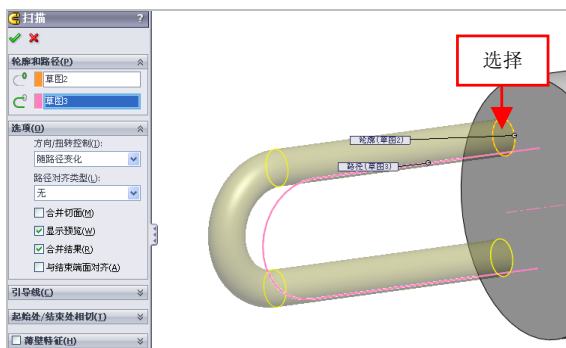

图 16-6 选择相应的对象
(3) 退出草图绘制环境，单击【扫描】按钮，弹出【扫描】属性管理器，选择草图 2 对象为轮廓对象、草图 3 对象为路径对象，如图 16-6 所示。